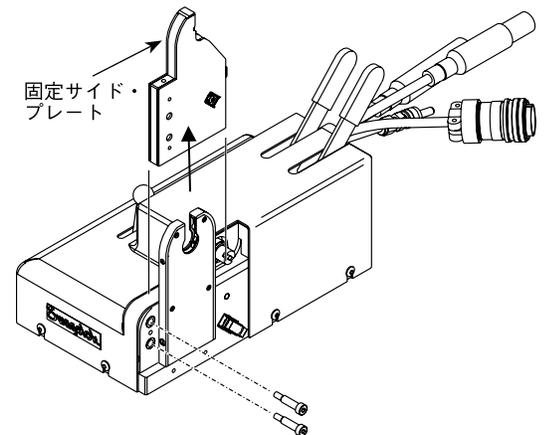

図 34：固定サイド・プレートを取り外す
8. 固定サイド・プレートをフィクスチャーから引き抜きます。図 34 をご参照ください。